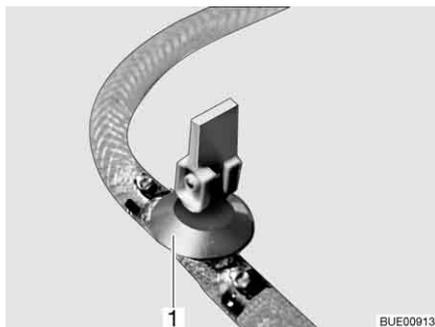
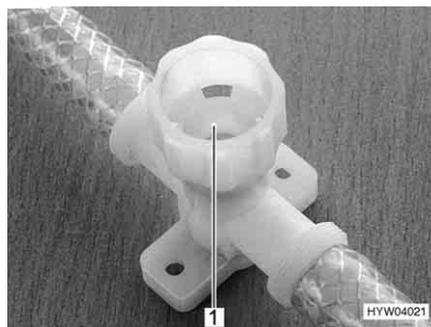

Bild 227 Ablasshahn (mit Kipphebel)
Bild 228 Ablasshahn (mit Drehkappe)
- Alle Ablasshähne schließen. Dazu den Kipphebel des Ablasshahns (Bild 227, 1) waagrecht stellen oder die Kappe des Ablasshahns (Bild 228, 1) im Uhrzeigersinn drehen.